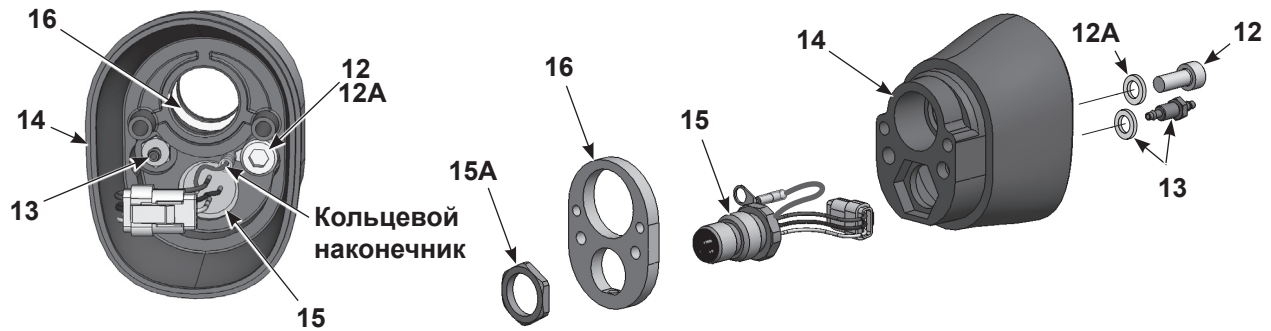

Рис. 21 Распылитель, монтируемый на трубке, разборка, 5 из 5
18. См. Рис. 21. Для разборки узла заднего корпуса вывернуть винт (12) и снять завершенный ниппель (13) внутри заднего корпуса распылителя (14). Требуется 3-мм ключ-шестигранник и глубокая головка на 1/4".
19. Отвернуть гайку (15А) от гнезда, снять пластину заземления (16) с заднего корпуса распылителя и пропустить жгут проводов гнезда сквозь корпус.